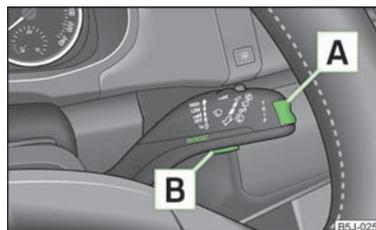

Fig. 7
- Appuyez pendant plus d'1 seconde sur la touche à bascule **A** » fig. 7 pour faire afficher le **Menu principal**.
- Si des messages d'avertissement sont affichés sur l'écran d'informations, vous devez confirmer ces messages au moyen de la touche **[B]** » fig. 7 sur la manette des essuie-glaces pour pouvoir afficher le menu principal.